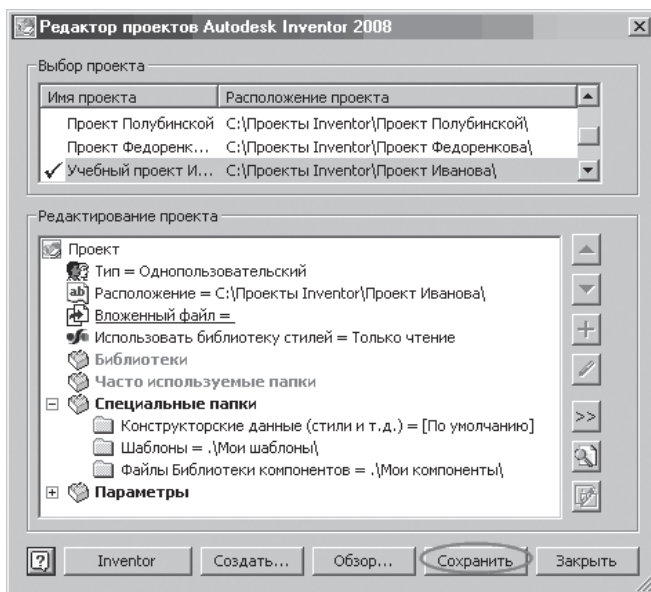

Рис. 1.13
10. Щелкните по кнопке **Сохранить** (рис. 1.13).